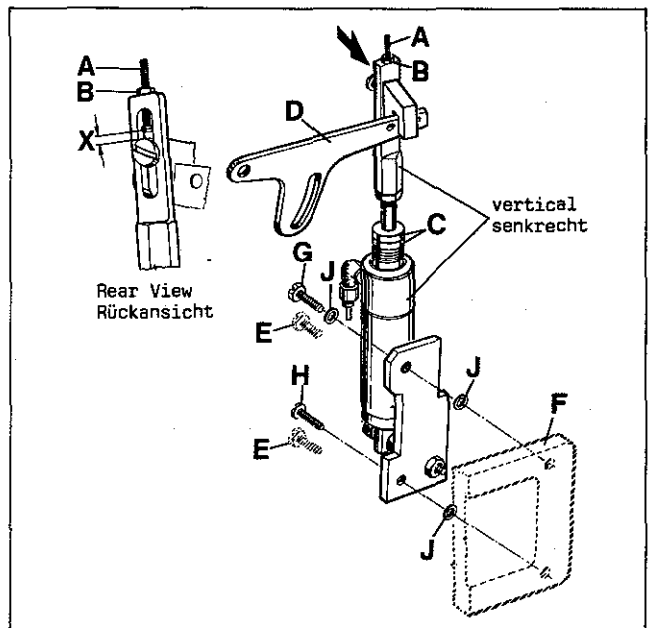

Fig. 46
Assemble the pneumatic presser foot lifter, supplied with the sewing table, to the sewing machine (see Fig. 46). For this remove two hex. head screws (E) from the support bracket (F) for the thread trimmer drive. Mount the presser foot lifter with the two screws (G and H, Fig. 46) and three washers (J) so that the air cylinder with strap is vertical (standard setting). Complete the tube connections, see Fig.3
Bauen Sie den mit dem Nähstisch gelieferten pneumatischen Drückfußlifter an die Nähmaschine (siehe Fig. 46). Dazu müssen zwei Sechskantschrauben (E) aus dem Lagerbock (F) für den Fadenabschneider-Antrieb entfernt werden.
Montieren Sie den Drückfußlifter mit den zwei Schrauben (G und H, Fig. 46) und den drei Scheiben (J) so, daß der Luftzylinder mit Lasche senkrecht steht (Standardeinstellung). Stellen Sie die Schlauchverbindungen her, siehe Fig. 3.
With adjusting screw (A, Fig. 46) the presser foot lifting can be changed. Loosen lock nut (B) and turn adjusting screw (A) down to increase the presser foot lifting or up to decrease it. Retighten lock nut (B).
The end play (X, Fig. 46) of presser foot lifter lever (D) should be at least 1 mm (3/64 in.) before the presser foot starts lifting.
Mit der Einstellschraube (A, Fig. 46) kann das Anheben des Drückerfußes verändert werden. Lösen Sie die Feststellmutter (B) und drehen Sie die Einstellschraube (A) nach unten um das Anheben des Drückerfußes zu vergrößern oder nach oben, um es zu verkleinern. Ziehen Sie die Feststellmutter (B) wieder an.
Der Ausbau eines oder beider Anschlagringe (C) ist erforderlich, wenn der Drückerfuß mehr als 2 mm angehoben wird. Das Spiel (X, Fig. 46) des Drückerfußlifterhebels (D) muß mindestens 1 mm betragen bevor der Drückerfuß anzuheben beginnt.